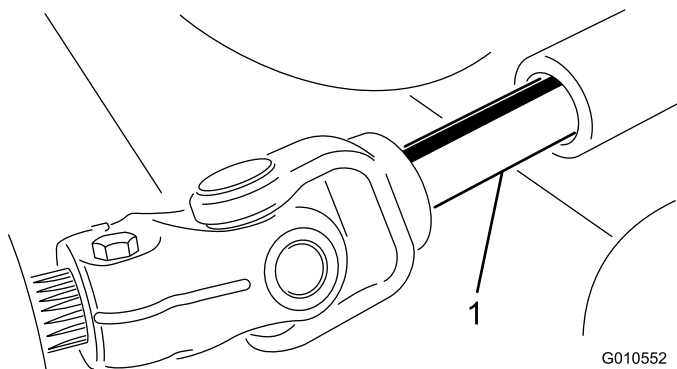

図 3
5. エンジンを停止させ、カッティングユニットをトラクションユニットの下から抜き出し、PTO シャフトのオスメスの接続部分を解除する 図 3。